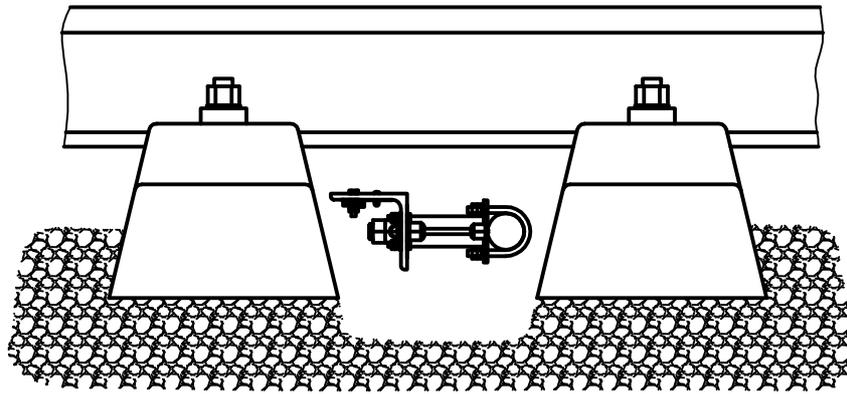

Рисунок 1
- 2.2.3 В углубление под рельсы завести фундаментальную балку с датчиками УКСПСк (см. рис.1 приложения 1) предварительно повернув ее на 90° от рабочего положения.